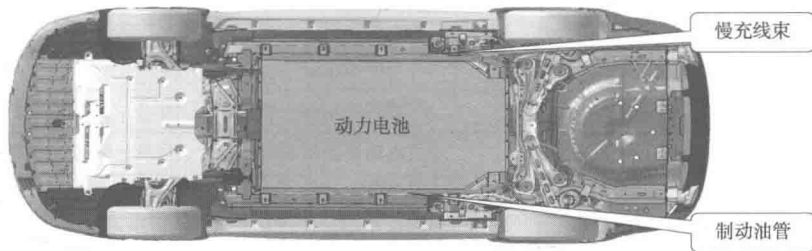

图 1-1-4 EV200 动力电池位置图
(1) 动力电池。EV200 动力电池的位置如图 1-1-4 所示。